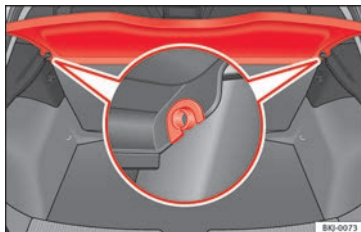

Fig. 161 Dans le coffre à bagages : dépose et repose de la plage arrière.
- Dégagez la plage arrière des supports latéraux » **fig. 161** en la tirant vers le haut puis en la détachant.
- Introduisez la plage arrière horizontalement en faisant coïncider la « forme en U » sur l'axe des supports » **fig. 161**, et appuyez vers le bas jusqu'à ce qu'elle s'encastre.